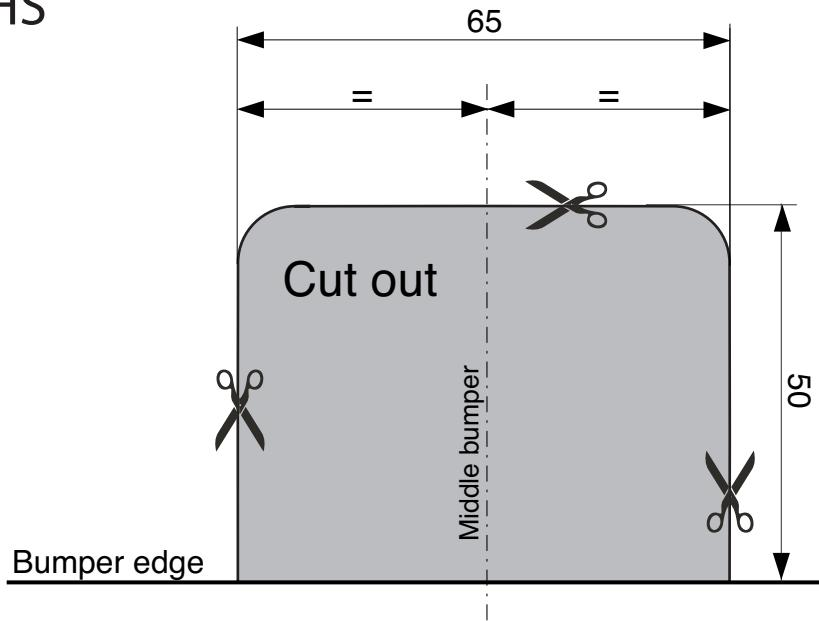

FIG. 2
9. Выпилить указанную часть из бампера при помощи шаблона. (Нанести шаблон на наружную сторону бампера.) См. рисунок 2.
10. Установить Brink connector, вместе со штепсельной платой. Новить бампер. См. рисунок 2.